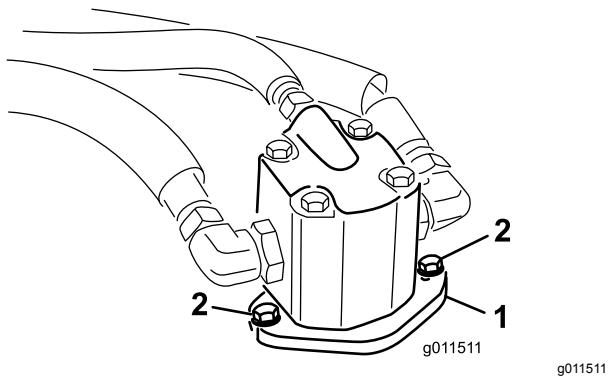

Bild 1
3. Entfernen Sie die Schrauben, mit denen die Hydraulikmotoren am Mähwerk befestigt ist (Bild 1).